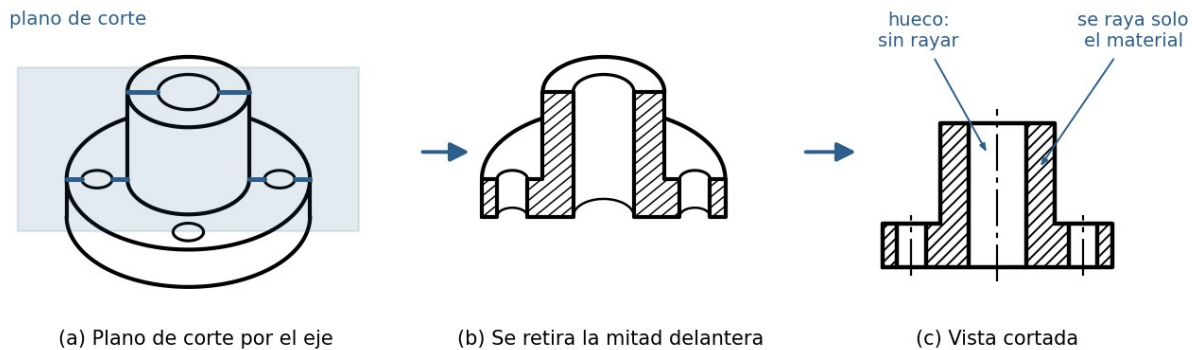

Figura 9. Del plano de corte a la vista cortada.
Una pieza con huecos interiores llena sus vistas de aristas ocultas, y con muchas ocultas la vista se vuelve ilegible. La solución: cortar la pieza con un plano imaginario, retirar la parte que queda entre el observador y el plano, y dibujar lo que queda (Figura 9).
1. Buje con brida de la Figura 9 en **semicorte**, con la traza indicada en la planta.